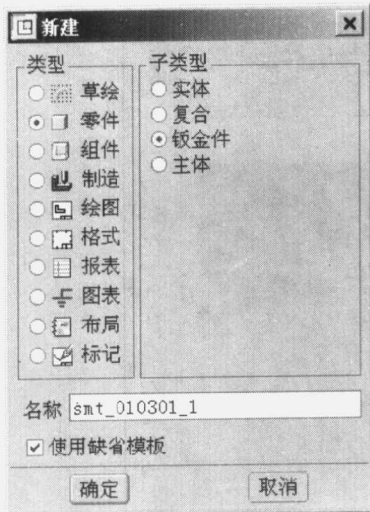
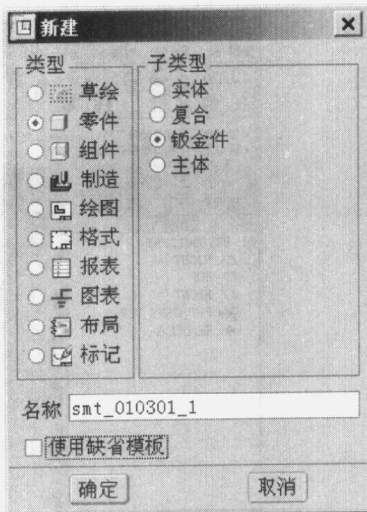
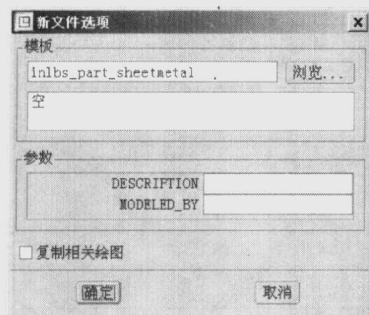
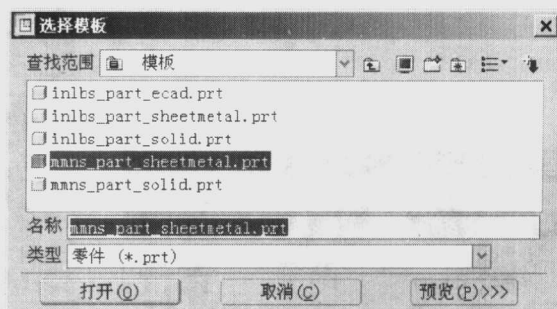

图 1-7
图 1-8
图 1-9
图 1-10
(3) 对话框中“类型”不变，仍为“零件”，子类型选取“钣金件”设计方式。
(4) 在“名称”栏中输入相应的文件名“smt_010301_1”，如图 1-7 所示（也可以采用默认的文件名，如：“prt0001”）。
(5) 如果在 config.pro 文件中设置了“template_sheetmetalpart mmns_part_sheetmetal.prt”，可在图 1-7 中直接单击“确定”按钮，本人强烈建议使用这种方法。否则，单击“使用缺省模板”所在行，从而去掉左边方框中的勾，如图 1-8 所示，再单击“确定”按钮，在弹出的“新文件选项”对话框（如图 1-9 所示）中单击“浏览”按钮，再在弹出的“选择模板”对话框中选择模板为“mmns_part_sheetmetal.prt”，如图 1-10 所示，其目的是设置